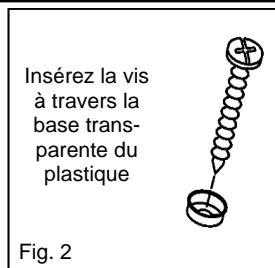

Fig. 2
4. Insérez les vis de montage dans les bases de plastique (fig. 2).